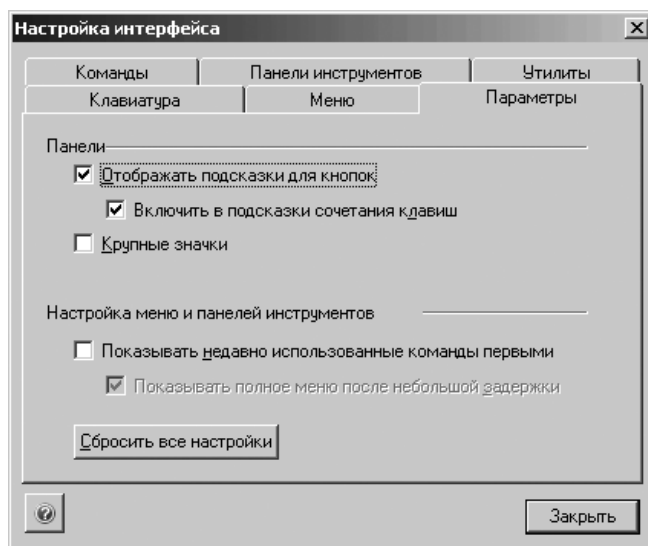

Рис. 9.54. Диалоговое окно **Настройка интерфейса** с открытой вкладкой **Параметры**
- щелкните в диалоговом окне **Настройка интерфейса** по нужной вам вкладке, например, **Параметры**. Откроется вкладка **Параметры** (рис. 9.54);
- щелкните в диалоговом окне **Настройка интерфейса** по вкладке **Параметры**. Откроется вкладка **Параметры** (см. рис. 9.54);